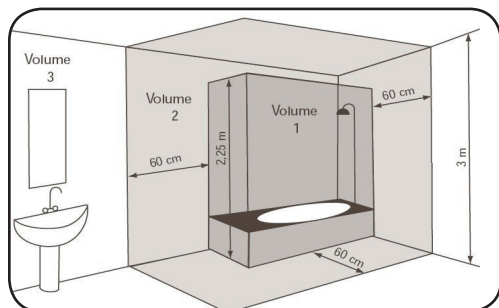

Fig.1: Instalarea în băi/încăperi umede
- ▶ Acest aparat poate să fie utilizat în băi și încăperi umede. Exceptate de la aceasta sunt zonele 1 și 2 (consultați fig. 1)
- ▶ Nu utilizați niciodată acest aparat în imediata apropiere a unei căzi de baie, a unui duș sau a unui bazin de înot (consultați fig. 1 pe pagina 7)
1. Asigurați-vă că este setat în poziția „0” comutatorul de reglare treptată a încălzirii (vezi fig. 1 nr. 2). Conectați aeroterma la o priză cu împământare asigurată cu comutator de protecție la curent rezidual.